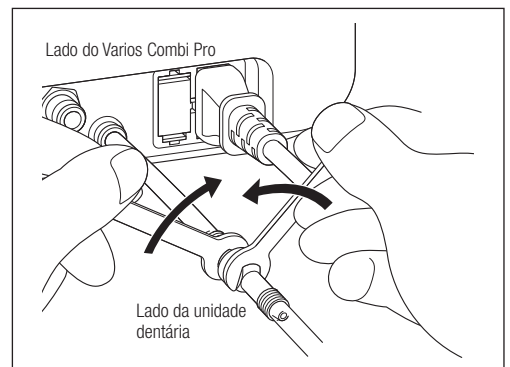

Fig. 56
- 3) Utilize duas chaves (5x8) e rode nos sentidos mostrados abaixo Fig. 56.